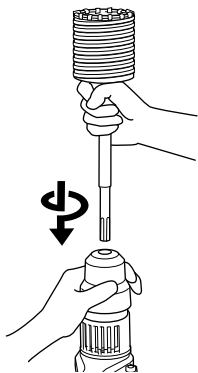

Fig. 31
- (2) Montar la espiga de la barrena tubular en el martillo perforador. (Fig. 31)